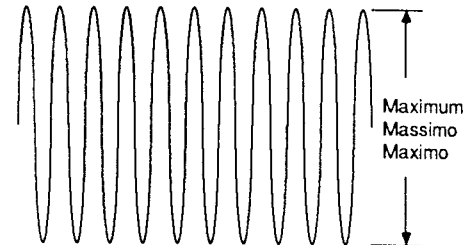

Fig. 40
- mit Mutter (35) maximale Ausgangsspannung einstellen (Fig. 40).
- Adjust the nut (35) to obtain maximum output voltage (Fig. 40).
- mit Schraube "B1" maximalen Ausgangspegel einstellen (Fig. 39, Fig. 40).
- Adjust the screw "B1" to obtain maximum output voltage (Fig. 39, Fig. 40).